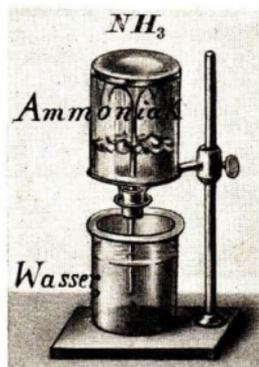

Abb. 459. Absorption
a) NH_3 wird gierig von Wasser **absorbiert** (Abb. 459).
Färbe das Wasser im Becherglas (Abb. 459) mit Lackmus rot; das ins obere Glas eindringende, mit Ammoniakgas berührte Wasser wird blau.